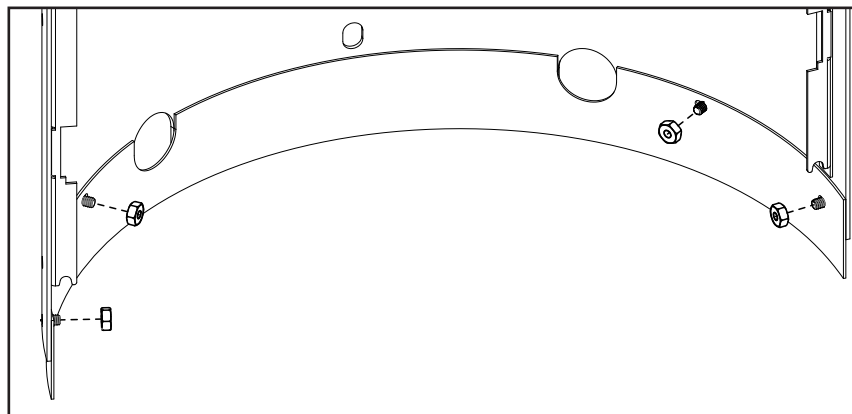

Figure 38: Retrait de la jupe arrière
Retirez les six (6) écrous retenant la jupe arrière à l'aide d'une douille 3/32" (ou 9 mm) (voir la Figure 38).